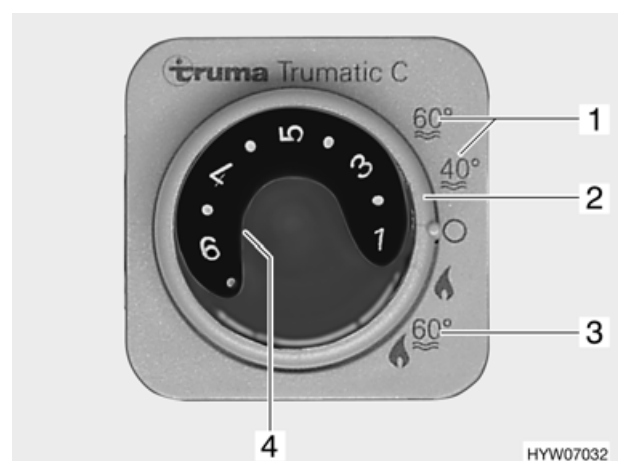

Bild 69 Bedieneinheit für Heizung/Boiler
Der Boiler ist in der Heizung integriert und wird mit Gas (Variante 1) bzw. mit Gas oder Strom (Variante 2) betrieben. Der Boiler wird an der Bedieneinheit (Bild 69) mit dem Drehschalter (Bild 69,2) eingeschaltet. Am Energie-Wahlschalter (Bild 70) wird die Energieart vorgewählt (Variante 2).
Bei Winterbetrieb "Heizung und Boiler" (Bild 69,3) wird beim Einschalten der Heizung automatisch auch das Wasser im Boiler erhitzt. Schaltet die Heizung bei Erreichen der gewünschten Raumtemperatur ab, so heizt der Boiler weiter, bis die Wassertemperatur erreicht ist.
Bei Sommerbetrieb (Bild 69,1) wird nur das Wasser im Boiler auf 40 °C oder 60 °C erhitzt. Das Wasser wird in ca. 1 Stunde auf 60 °C erhitzt. Die gelbe Kontroll-Leuchte (Bild 69,4) leuchtet während der Aufheizphase des Boilers.
- An der Bedieneinheit (Bild 69) Drehschalter (Bild 69,2) auf "Sommerbetrieb" (Bild 69,1) stellen.
Gelbe Kontroll-Leuchte (Bild 69,4) leuchtet während der Aufheizphase. Bei Erreichen der eingestellten Wassertemperatur ist die Aufheizphase beendet und die gelbe Kontroll-Leuchte erlischt.
- An der Bedieneinheit (Bild 69) Drehschalter (Bild 69,2) auf "Aus" stellen.
- ▷ Wenn der Boiler an der Bedieneinheit (Bild 69) auf Sommerbetrieb (Bild 69,1) gestellt ist und der Energie-Wahlschalter auf Mischbetrieb (Bild 70,4 oder 5) gestellt wird, arbeitet der Boiler dennoch nur im 230-V-Betrieb. Der Gasbrenner wird nicht zugeschaltet.
Die Kombination Gasbetrieb und 230-V-Elektrobetrieb verkürzt die Aufheizzeit (nur möglich wenn der Boiler an der Bedieneinheit (Bild 69) auf Winterbetrieb gestellt ist).